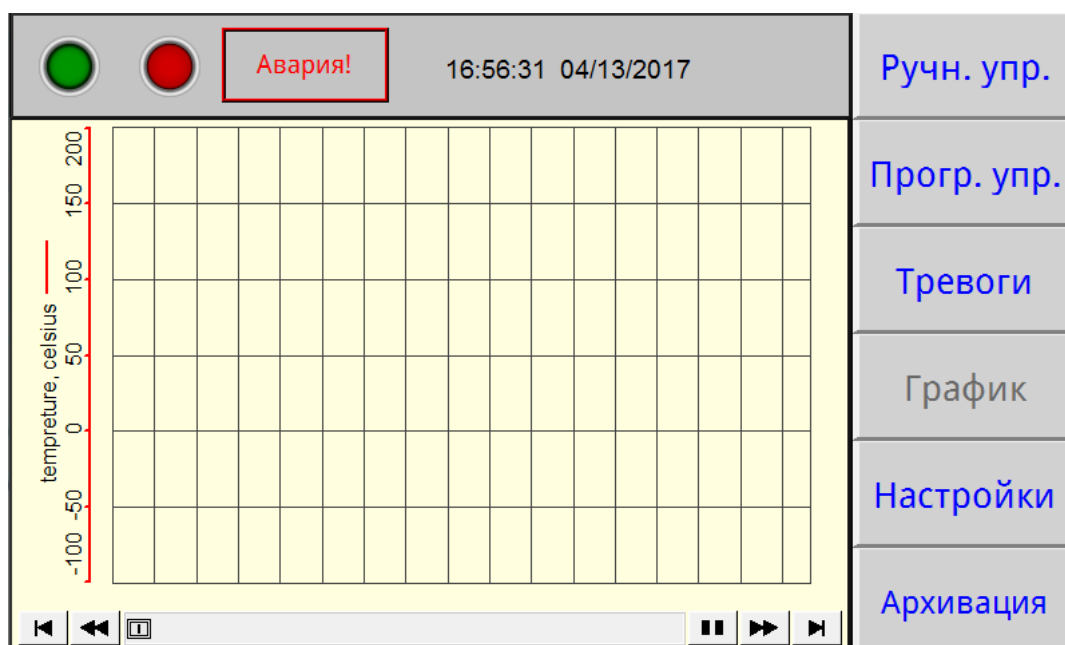

Рисунок 7
8.10 На сенсорный дисплей в процессе работы камеры можно вывести график изменения температуры. При нажатии на поле «график», будет отображен экран рисунок 7.